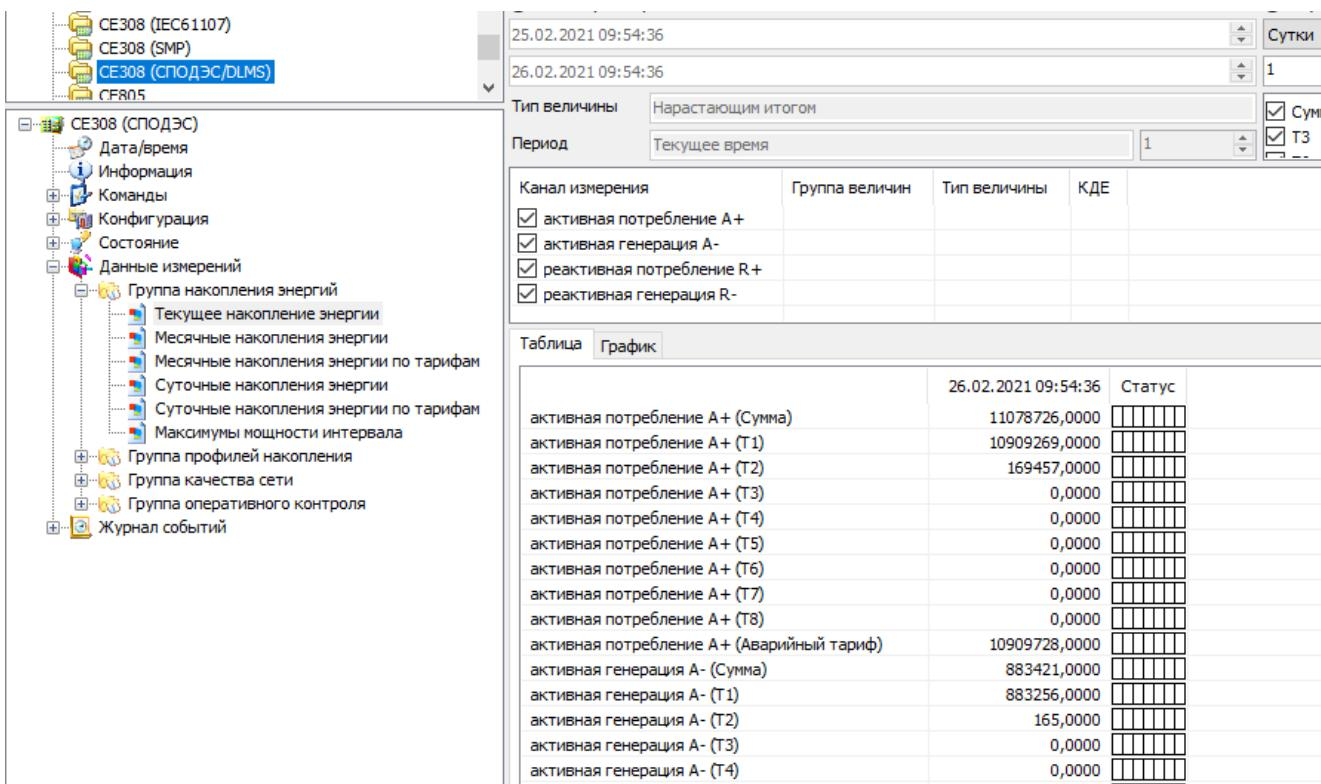

Рисунок 72 – Чтение текущих показаний накопителей энергии
6.3.2.7 Считать накопления энергии в ПО AdminTools можно на странице «CE208/308(IEC61107)/CE208/CE308(СПОДЕС/DLMS) → Данные измерений → Группа накопления энергий → Текущие» (см. рисунок 72).